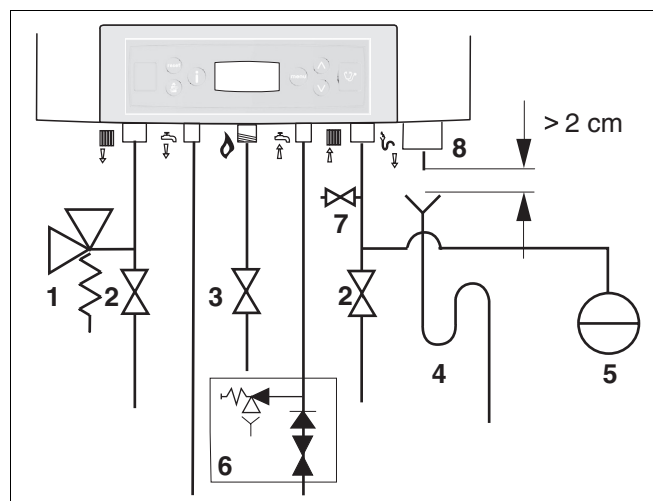

fig. 13 Aansluiten expansievat
Monteer, in verband met reparatiewerkzaamheden aan het cv-toestel, in de aanvoer- en retourleiding een serviceafsluiter (→ fig. 13, [2], pagina 19).
- Sluit een vul- en aftapkraan in de retourleiding aan (→ fig. 13, [7], pagina 19).
- Monteer een overstort van 3 bar (→ fig. 13, [1], pagina 19) in de aanvoerleiding. Zorg ervoor, dat de overstort tussen het cv-toestel en de serviceafsluiter wordt gemonteerd. Daardoor staat het cv-toestel ook bij gesloten serviceafsluiters in verbinding met de overstort.